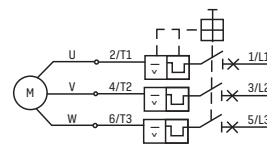
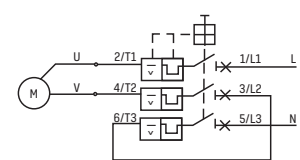

FIG. 6. DIAGRAMA DO PRINCÍPIO DE FUNCIONAMENTO DO ARRANQUE
FIG. 7. CONEXÃO PRÁTICA DIAGRAMA DE MOTOR MONOFÁSICO OU DE CORRENTE CONTÍNUA
7.3.3 Os disjuntores motores com diferentes funções de proteção têm diferentes formas de fiação, cujo princípio de funcionamento é mostrado na Fig. 6. O diagrama de conexão prática do motor monofásico ou de corrente contínua é mostrado na Fig. 7.